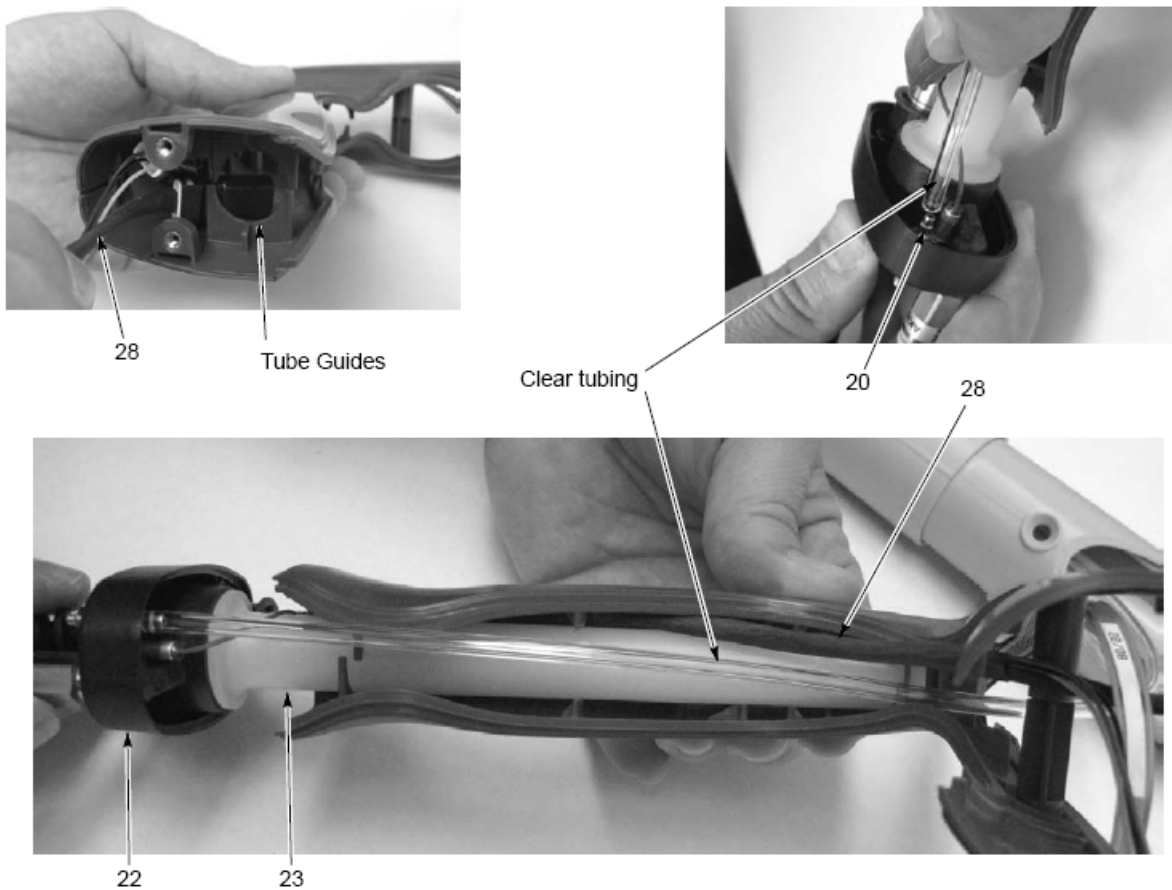

图 5-11 组装枪把和枪把座
8. 如图 5-11 所示。使电缆 (28) 接头穿过枪把前侧，随后通过导管将入口管 (23) 滑入枪把组件中，并按图示使电缆 (28) 穿过枪把。直到使枪把座离枪把组件底部约 1.5-2 in 时为止。
9. 将 4 mm 透明管 (过滤器组件 4) 连接至枪把座内倒钩接头 (20)。